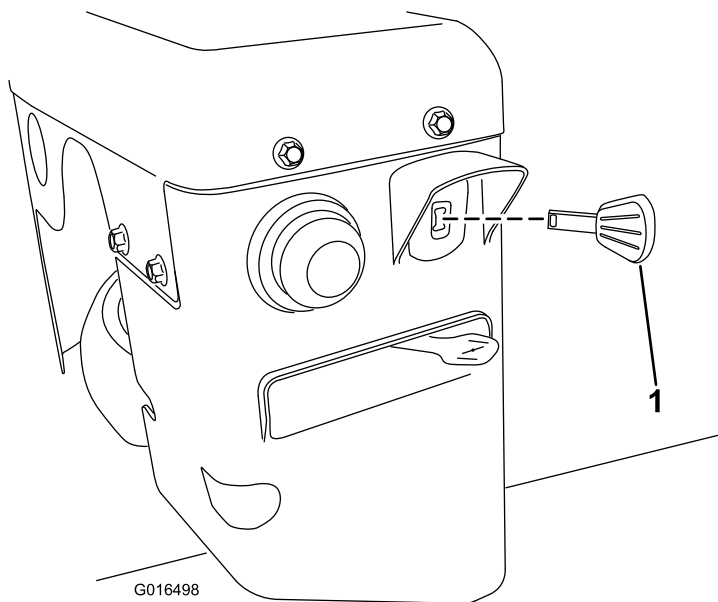

Figure 27
3. Insérez la clé de contact à fond (Figure 27).